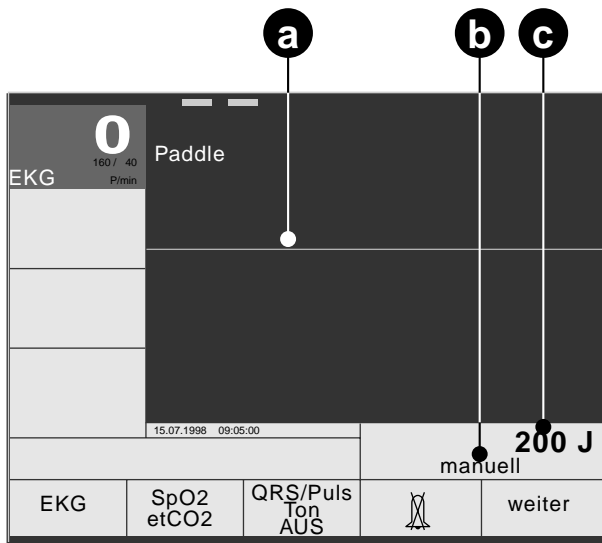

Bild 4-2. Einschaltbild bei eingesteckten Paddles
- Achten Sie darauf, daß die gewählte Energie angezeigt wird (c, Bild 4-2).